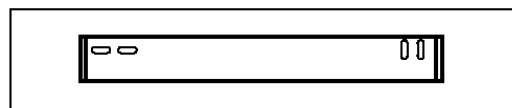

Fig. 2 Monteringsbygel
- Plugga borrhålen till upphängningsbygeln och montera den (se fig. 2).
- Upphångningsbygeln fästes på väggen (se fig. 2)
- Gaspannan hänges upp på upphångningsbygeln. (fig.2).
- Panna hängs på upphångningsbygeln (fig. 2).